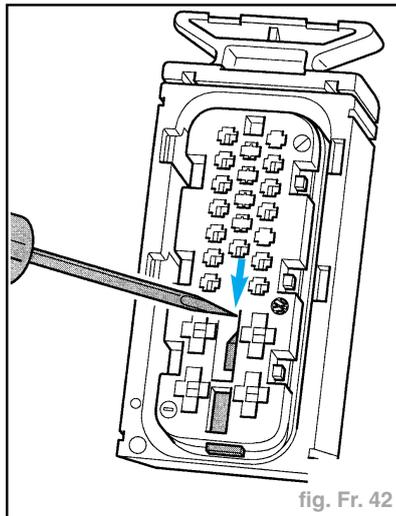

fig. Fr. 42
- Débloquer le verrouillage secondaire (violet) dans le sens de la flèche et au moyen d'un petit tournevis (fig. Fr. 42).